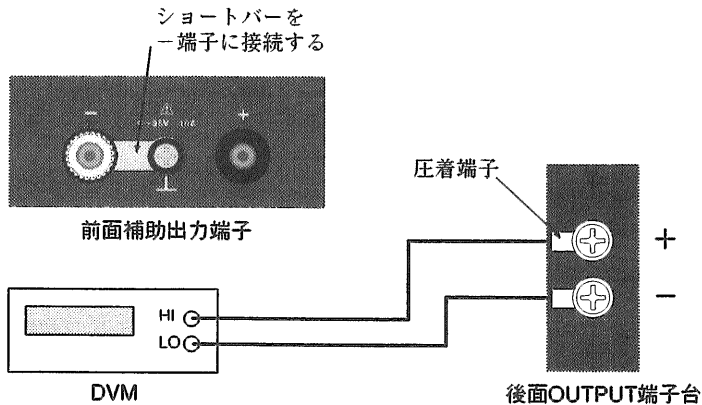

図 5-1A 電圧系の校正の接続
- ① OUTPUT スイッチを OFF にします。
- ② POWER スイッチを OFF にします。
- ③ SENS スイッチが OFF になっていることを確認します。
- ④ 図 5-1A のように DVM を接続します。